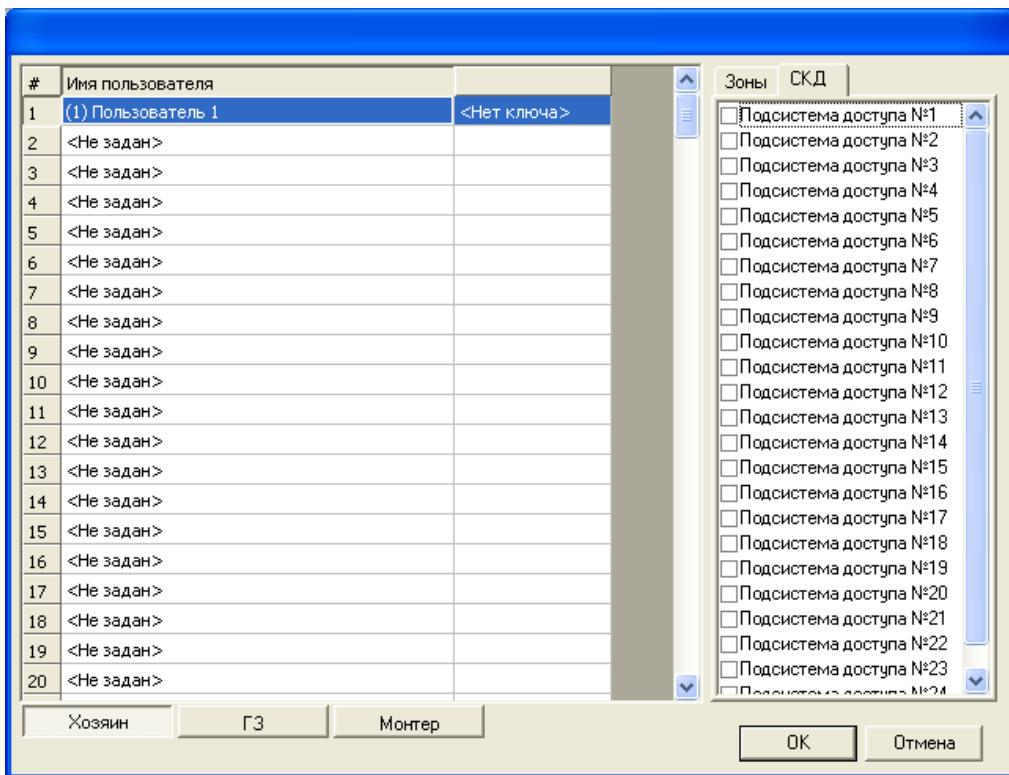

Рис. 3.3—11 Выбор подсистем доступа
- 4.3 На вкладке **СКД** выбрать необходимые подсистемы доступа (см. Рис. 3.3—11).
5. Для сохранения ключей пользователей и возврата на панель настроек объекта **Контроллер** необходимо нажать кнопку **OK** (см. Рис. 3.3—10, 3).
*Примечание. Для возврата на панель настроек объекта **Контроллер** без сохранения изменений необходимо нажать кнопку **Отмена** (см. Рис. 3.3—10, 4).*